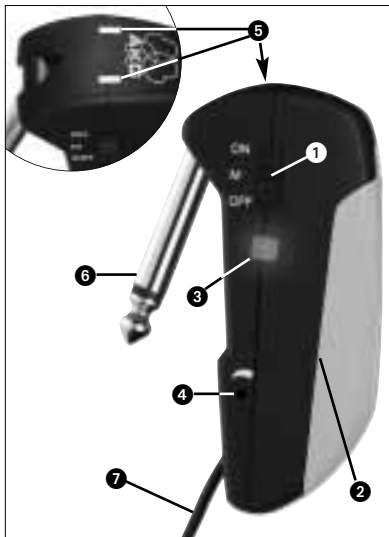

Fig. 1 : Eléments de commande du GB 40
2.5 Eléments de commande (Cf. Fig. 1)